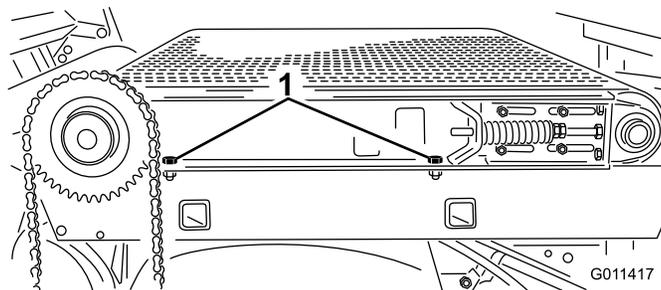

Рисунок 34
- 6. Ослабьте на правой стороне машины 2 винта с головкой, шайбы и гайки крепления подвижной плиты к раме (Рисунок 34). Убедитесь в том, что детали крепления ослаблены настолько, что подвижную плиту можно наклонить.